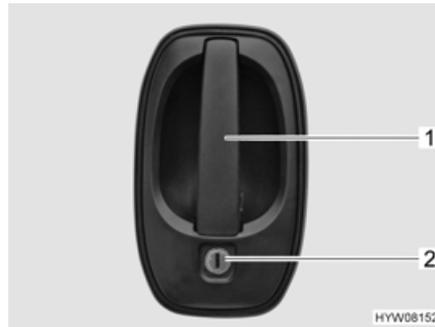

Fig. 61 Cerradura de la puerta (puerta del conductor / puerta de entrada en el exterior)
- Introducir la llave en el cilindro de cierre (Fig. 61,2) y girarla hasta que esté desbloqueada la cerradura de la puerta.
- Tirar del tirador de la puerta (Fig. 61,1). La puerta está abierta.
- Introducir la llave en el cilindro de cierre (Fig. 61,2) y girarla hasta que esté bloqueada la cerradura de la puerta.